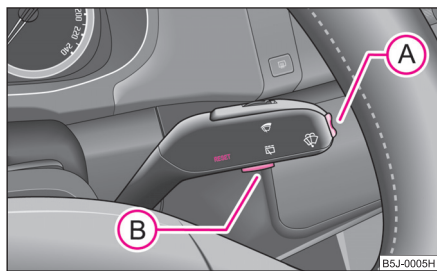

Fig. 6 Indicatorul multifuncțional: Elementele de comandă
Comutarea între cele două memorii se face de la tasta **B** ⇒ pagina 15, fig. 6.
Tasta basculantă (A) și tasta (B) se găsesc în maneta de acționare a ștergătoarelor de parbriz ⇒ fig. 6.
Dacă vreți să determinați consumul mediu de carburant într-un anumit interval de timp, trebuie să ștergeți memoria cu ajutorul tastei (B) ⇒ pagina 15, fig. 6. După ștergere, în primii 300 metri, pe display se vor afișa linii.
Pe display apare durata de deplasare de la ultima ștergere a memoriei ⇒ pagina 14. Dacă doriți să determinați durata de deplasare de la un anumit moment, ștergeți memoria apăsând tasta (B) ⇒ pagina 15, fig. 6.
Pe display apare distanța parcursă de la ultima ștergere a memoriei ⇒ pagina 14. Dacă doriți să determinați kilometri parcurși de la un moment dat, ștergeți memoria în momentul în care doriți să înceapă calcularea; ștergerea memoriei se face de la tasta (B) ⇒ pagina 15, fig. 6.
Pe display apare viteza medie în km/h de la ultima ștergere a memoriei ⇒ pagina 14. Dacă doriți să determinați viteza medie într-un anumit interval de timp, trebuie să ștergeți memoria cu ajutorul tastei **B** ⇒ pagina 15, fig. 6.